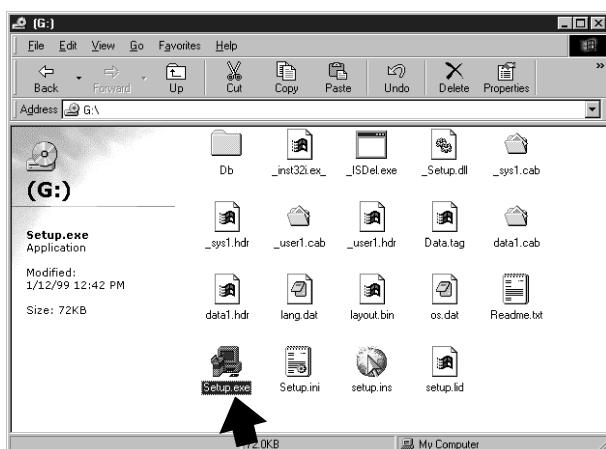

Fig. 2
3. Double-click the **My Computer** icon, then the **CD-ROM drive** icon, and then double-click the **Setup.exe** icon to start up the installer. (Fig. 2)
3. Double-cliquer sur l'icône **My computer**, puis sur l'icône du **CD-ROM drive** et enfin double-cliquer sur l'icône **Setup.exe** pour lancer le programme d'installation (Fig. 2).
3. Doppelklicken Sie auf das Symbol **My computer**, danach auf **CD-ROM drive**, danach doppelklicken Sie auf **Setup.exe**, um den "Installer" zu starten. (Abb. 2)
3. Haga doble clic en el ícono **My Computer** y seguidamente en el ícono **CD-ROM drive**; a continuación haga doble clic en el ícono **Setup.exe** para iniciar el programa de instalación. (Fig. 2)